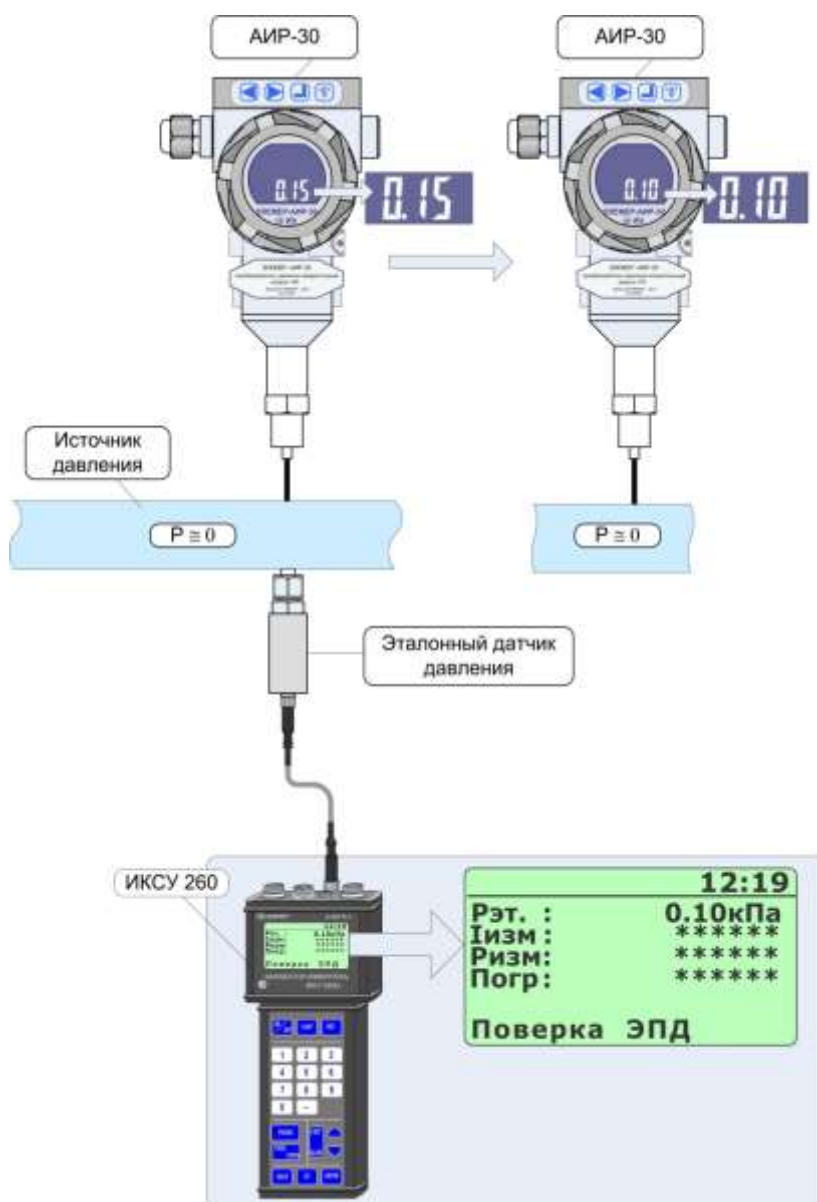

Рисунок 2.21
- установить на входе АИР-30 минимальное давление  $P$  (см. рисунок 2.21);